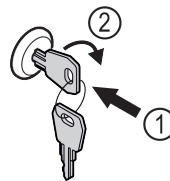

Fig. 144 Représentation à titre d'exemple
- ▶ Insérer la clé Fig. 144 (1).
- ▶ Tourner la clé à 90° dans le sens horaire Fig. 144 (2).